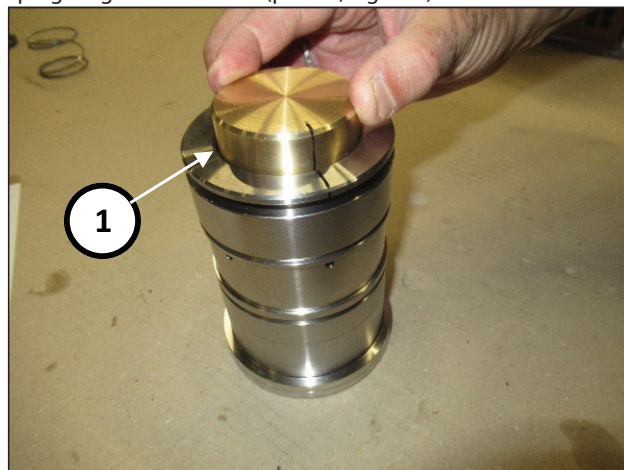

Fig. 183
Utilizzare il tampone interno dell'attrezzo cod. 27945400 per spingere gli anelli in sede (pos. ①, Fig. 183).